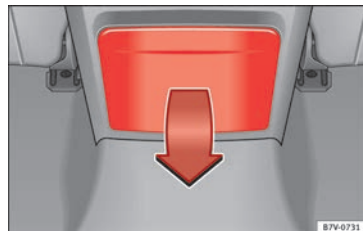

Abb. 190 In der Mittelkonsole hinten: Getränkehalter aufklappen
- Zum *Öffnen* Getränkehalter in Pfeilrichtung »» **Abb. 190** nach unten klappen.